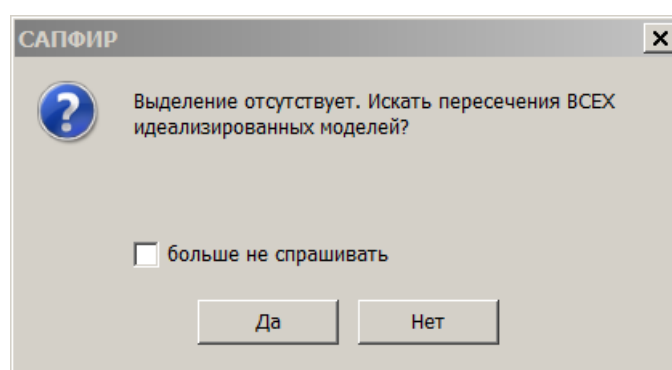

Рис.23.26. Диалоговое окно САПФИР
- В открывшемся диалоговом окне **САПФИР** (рис.23.26) щелкните по кнопке **Да**.